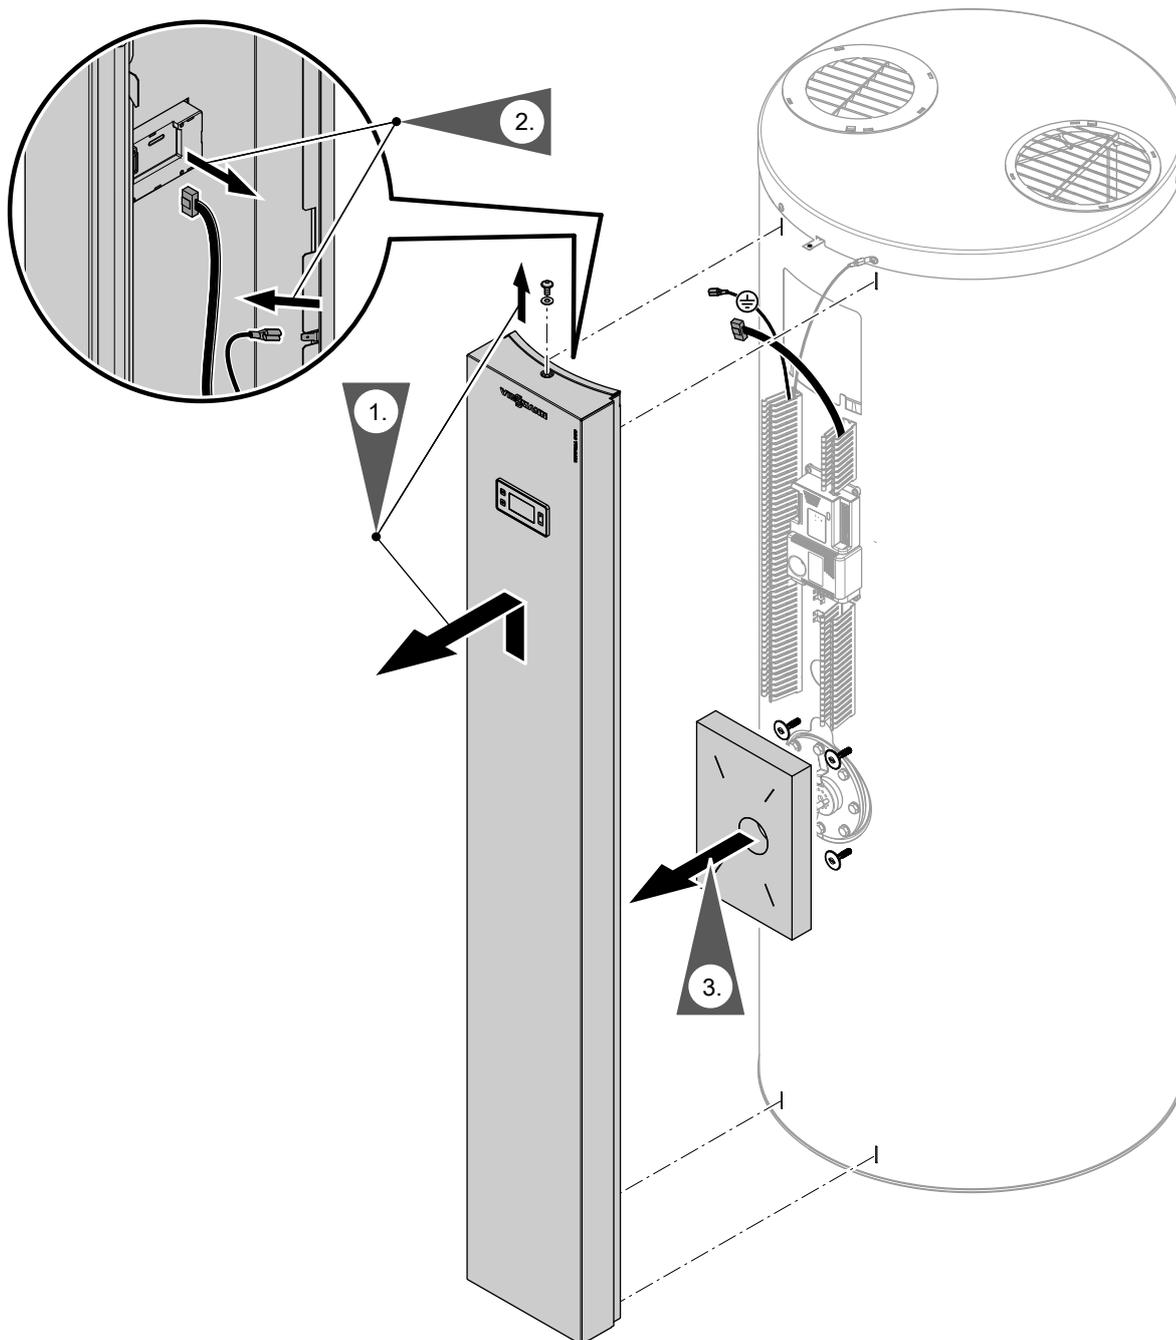

Abb. 22
3. Frontblende abbauen. Siehe Abb. 22.
2. Frontblende abbauen. Siehe Abb. 22, Seite 37.
3. Elektrische Leitungen (B) von der Wärmepumpenregelung (A) lösen.